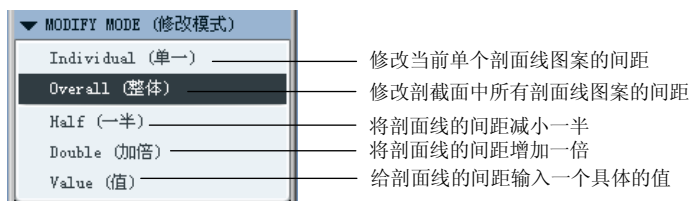

图 9.3.9 “修改模式”菜单
(4) 在图 9.3.9 所示的 **MODIFY MODE (修改模式)** 菜单中, 连续选择 **Spacing (间距)** 命令, 观察零件模型中剖面线间距的变化, 直到调到合适的间距, 然后选择 **Done (完成)** **Done/Return (完成/返回)** 命令。